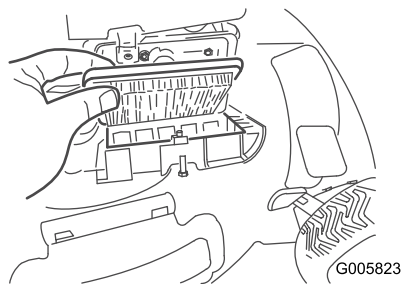

Figure 21
2. Remplacez le filtre à air (Figure 21).